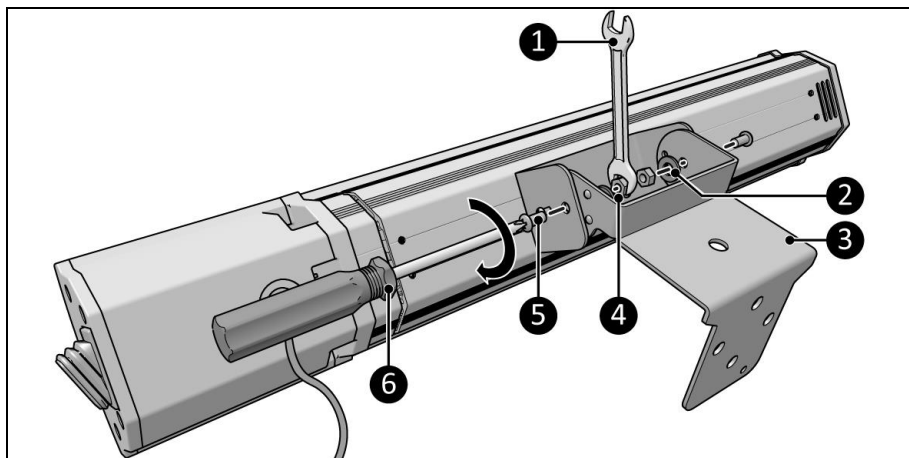

Abbildung 6
1. Legen Sie den Hauptkörper auf eine ebene Fläche (Abbildung 6).
2. Platzieren Sie die Aufhängelasche (Abbildung 6, Pos. 3) zwischen der Gerätehalterung.
3. Beide Seiten mit den großen Schrauben (Abbildung 6, Pos. 5), den Unterlegscheiben (Abbildung 6, Pos. 2) und den Muttern (Abbildung 6, Pos. 4) festschrauben.